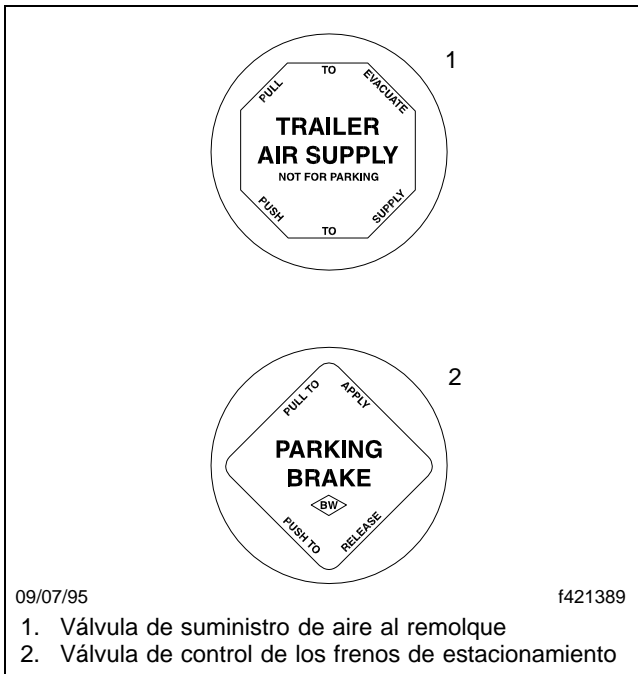

Figura 11.25, Perillas de las válvulas montadas en el tablero
Para vehículos con acoplamiento para los frenos de aire del remolque, libere los frenos de estacionamiento del vehículo empujando hacia adentro la perilla de la válvula de control de los frenos de estacionamiento. Vea la **Figura 11.25**. Aplique los frenos de estacionamiento del remolque tirando hacia afuera de la perilla de la válvula de suministro de aire al remolque. Vea la **Figura 11.25**.
37. Tire hacia afuera de la perilla de la válvula de control de los frenos de estacionamiento (**Figura 11.25**) con el vehículo en una cuesta del 20 por ciento (la superficie de la rampa debe ser de cemento Portland o su equivalente). Si los frenos de estacionamiento no sostienen el vehículo, repare el sistema de los frenos de estacionamiento.